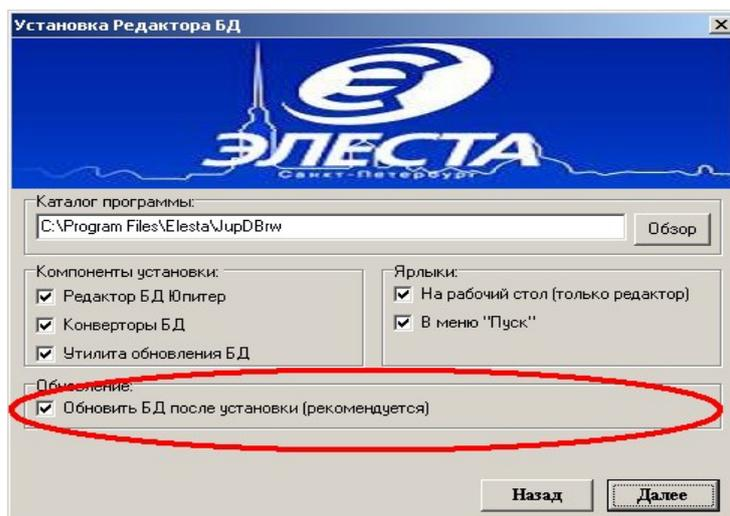

Рисунок 7.3. Установка Редактора БД (версия Access)
1. Запустите установочный пакет АРМ БД (при обнаружении существующей БД выполните установку «поверх»), с обновлением существующей БД (рисунок 7.3).